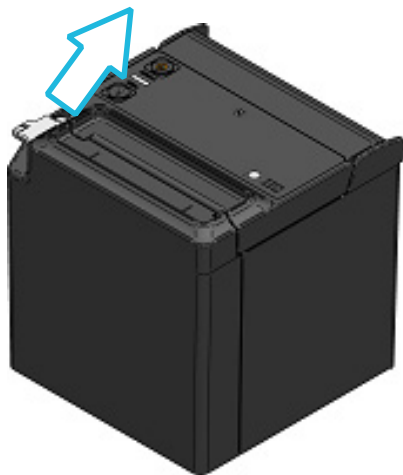

図 8-1 リリースレバー（上排出）
① リリースレバーを図 8-1、図 8-2の矢印方向に操作し、ペーパーカバーを開けてください。